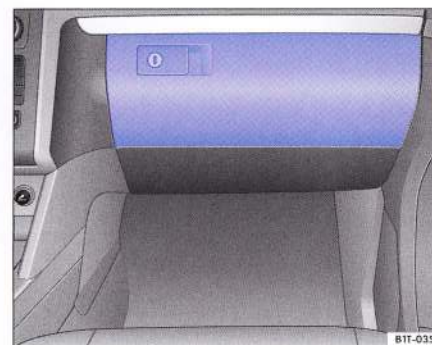

Fig. 79 Pe partea pasagerului din dreapta: Spațiu de depozitare.
– Pentru *deschiderea* compartimentului de depozitare, trageți mânerul ⇒ fig. 79. Compartimentul este încuiat, când fanta cheii se află în poziție orizontală.